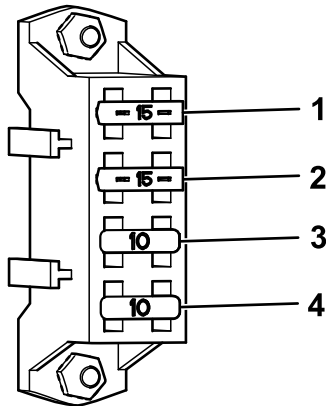

Figura 53
4. Sostituite eventuali fusibili saltati (Figura 53).